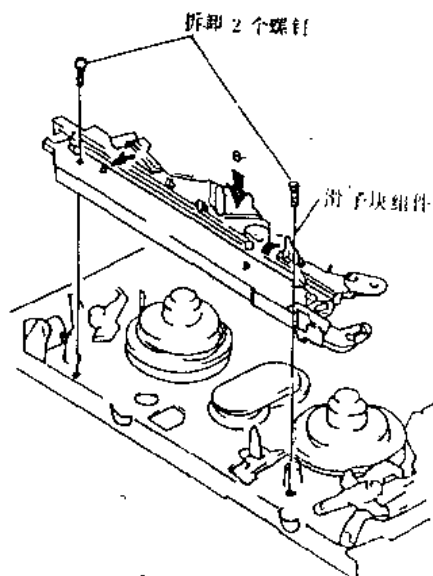

图 1-28
(7) 拆卸滑子块
步骤：①拆卸2个螺钉，如图1-28所示。
②取出滑子块。
②从装载电动机电路板上解开接续器。
③拆卸两个螺钉而释放 3 个接头片。
④拆卸装载电动机和电动机座，这时请拿住带有 (A) 箭头标记的部分，以免载托架组件升起。
(17) 拆卸制动器连接臂、变换器
步骤：①拆卸滑子块，如图 1-28 所示。